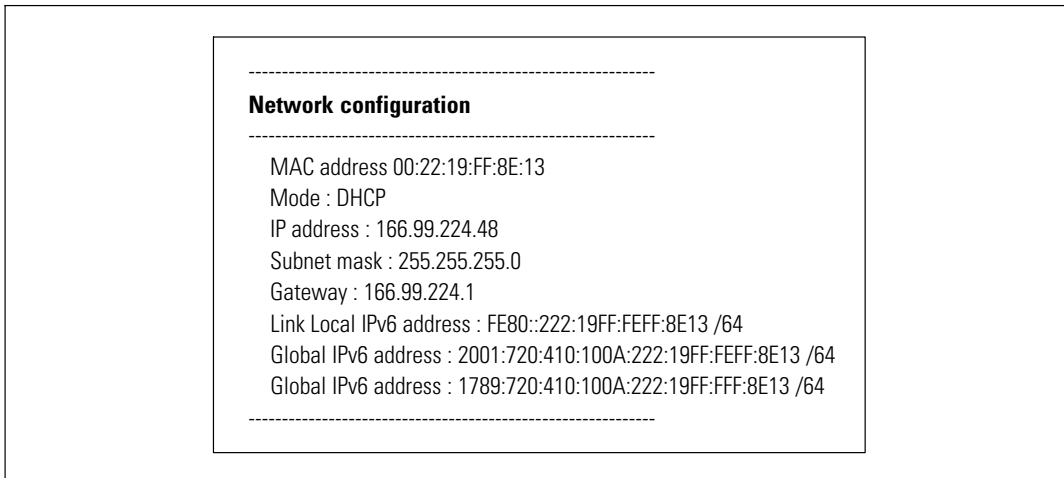

Abbildung 41. Option „Netzwerkeinstellungen lesen“
- **Read Network settings:** Anzeigen der Netzwerkeinstellungen (siehe Abbildung 41).